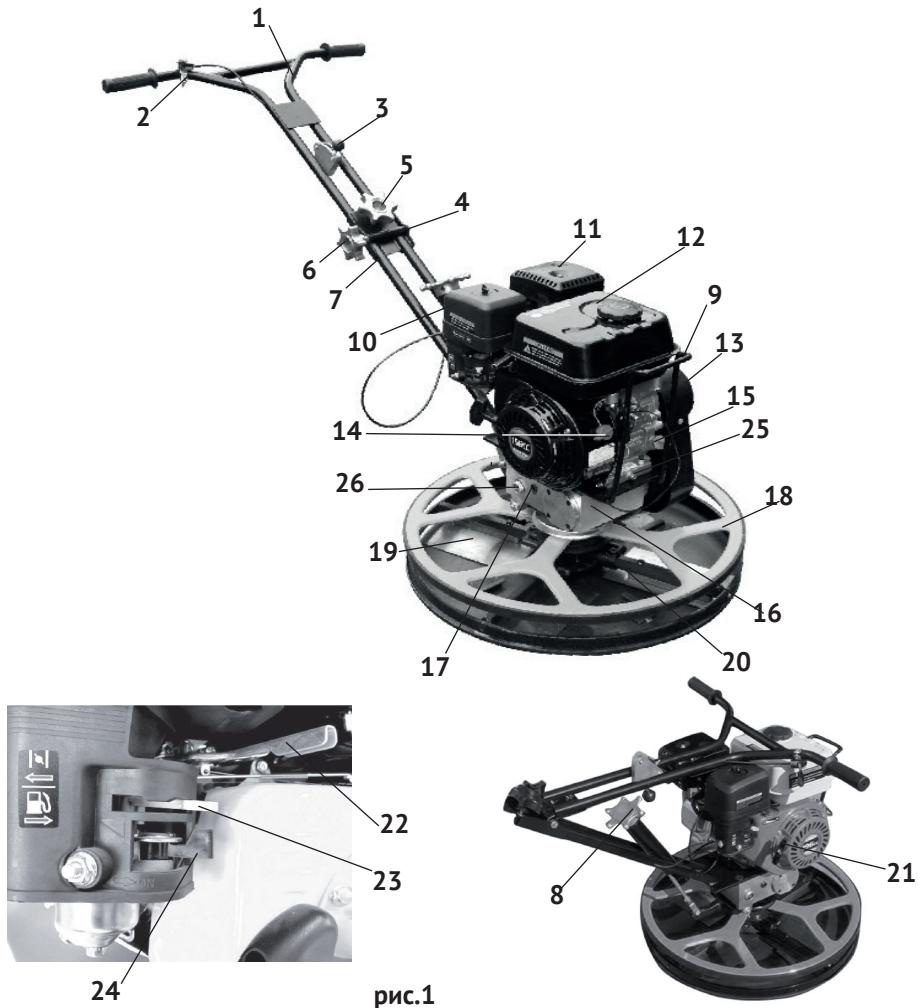

рис.1
4.1 Общий вид затирочной машины (в рабочем и транспортировочном положении) представлен на рис. 1:
4.2 Основные узлы затирочной машины: двигатель, рукоятка управления, механизмом изменения угла наклона лопаток, усиленная кольцевая защита (рис.1 поз.18) закреплены на корпусе редуктора (рис.1 поз.16). Ремённая передача с муфтой сцепления закрыта металлическим кожухом (рис.1 поз.13). На выходном валу редуктора закреплена крестовина (рис.1 поз.20) с 4-мя лопастями (рис.1 поз.19).
Для удобства работы оператора, рычаг управления дроссельной заслонкой (рис.1 поз.2) выведен на рукоятку управления (рис.1 поз.1).
На рукоятке (рис.1 поз.1) смонтирован рычаг (рис.1 поз.3) экстренной остановки, отключающий двигатель при возникновении нештатных ситуаций.
- ослабить болт фиксации (рис.1 поз.6) оси соединительного узла (рис.1 поз.4);
- повернуть вокруг оси верхнюю часть рукоятки управления (рис.1 поз.1) в рабочее положение;
- затянуть болт фиксации, проверить затяжку гайкой-барашком (рис.1 поз.5) рукоятки управления.
- уровень масла в картере двигателя и в редукторе через окно контроля (рис.1 поз.26);
Проверить уровень масла в редукторе через окно контроля (рис.1 поз.26), при необходимости дополнить, открутив пробку (рис.1 поз.17).
Для того, чтобы сбросить избыточное давление в баке, откручивайте крышку бака (рис.1 поз.12) осторожно. Заливайте бензин в топливный бак не более чем на 1 см ниже уровня основания заливной горловины. Перед запуском двигателя тщательно протрите крышку бензобака, удалив возможные при заправке брызги топлива.
Для экстренной остановки двигателя необходимо перевести рычаг экстренной остановки (рис.1 поз.3) в положение «STOP».